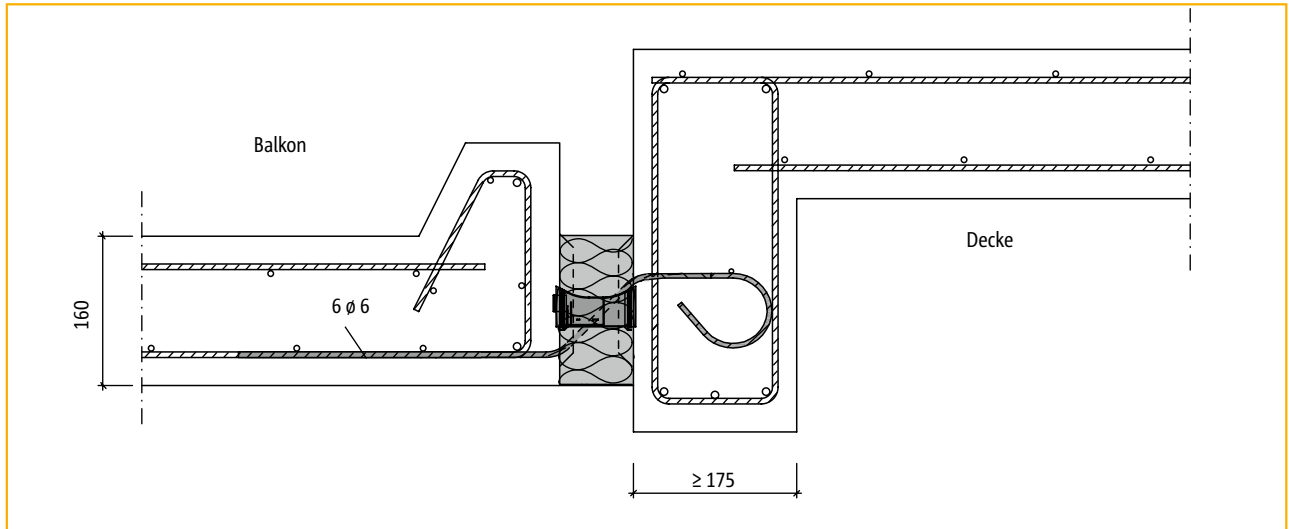
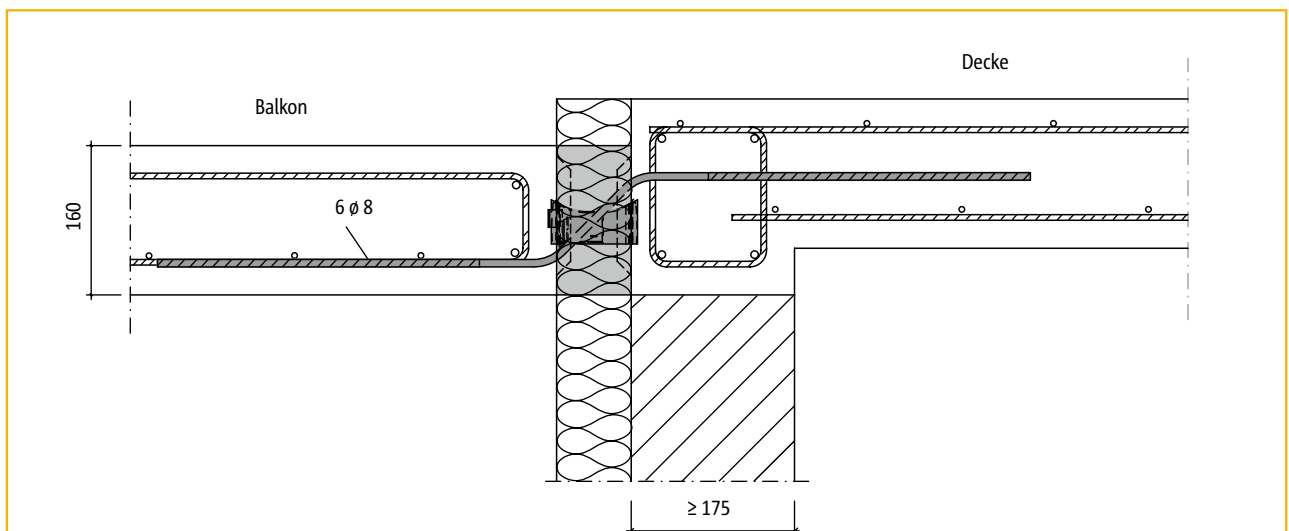

Abbildung 3: Einbausituation „Balkonplatte als Fertigteil“ mit Schöck Isokorb® Typ Q30-H160
Abbildung 5: Einbausituation mit Schöck Isokorb® Typ Q70-H160
2) Die Typen QPZ für zwängungsfreien Anschluss (siehe Seite 84, Abbildung 3) erfordern ein bewehrtes Zugband in der unteren Lage. Erf  $A_{s,Zug}$  entsprechend Seite 94, Abbildung 5 wählen.